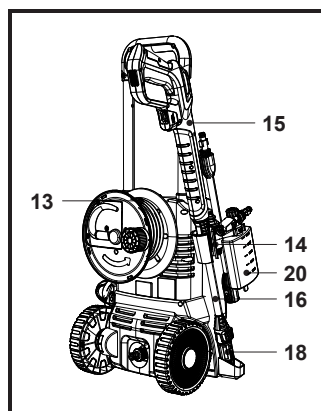

Fig. 24
3. Enrouler le tuyau haute pression (13) et ranger le pistolet de pulvérisation (15), la lance télescopique (16), la buse pour flacon de détergent (20) et la buse (18/19) (Fig. 24).
4. Toujours transporter la machine à l'aide de la poignée de transport (1) et des roues arrière (8).